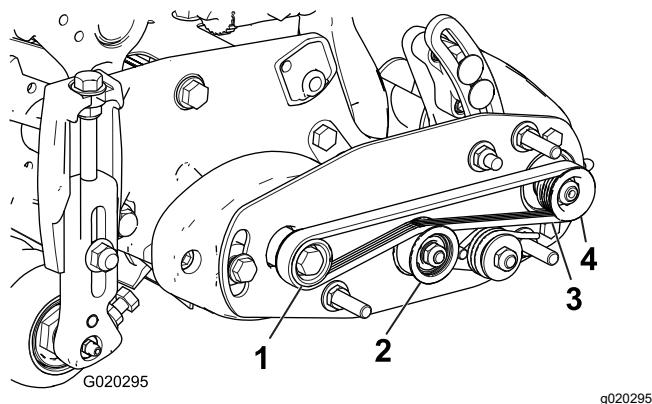

図 13
1. 駆動プーリにベルトを掛け、次に、アイドラプーリの上部に掛ける 図 13。
2. 受動プーリからベルトを掛け始める図 13。